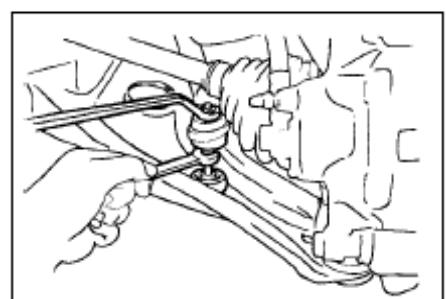

Рис. 120
- (1) Открутите гайку, удерживая болт от проворачивания гаечным ключом на 10 мм.(рис. 120)